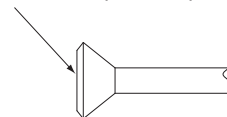

Рис. 14
- При обустройстве развальцованного соединения следует покрыть эфирным маслом только внутреннюю поверхность раструба. (См. Рис. 14) Затем необходимо рукой завернуть конусную гайку на 3-4 оборота и довернуть ее.